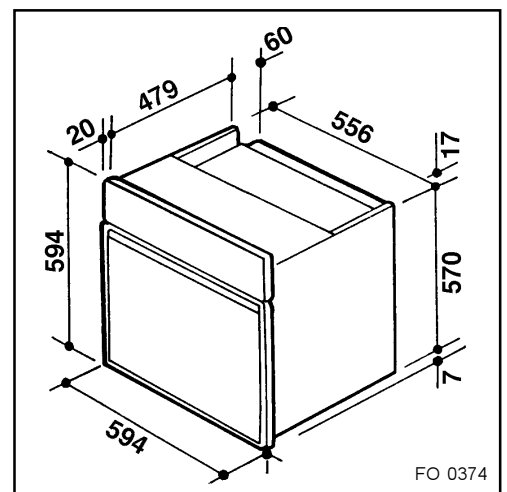

Fig. 8
- Cotes d'encastrement (Fig. 8)